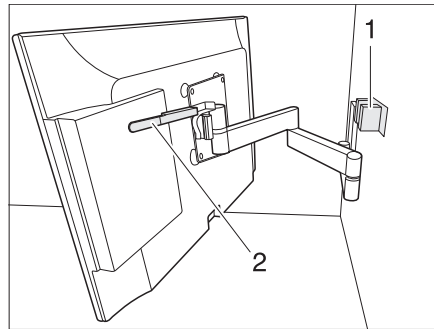

Bild 104 Fäste med ledad arm
- Tryck spaken (Bild 104,2) nedåt för att lossa den platta bildskärmen ur spärren (Bild 104,1). Släpp spaken.